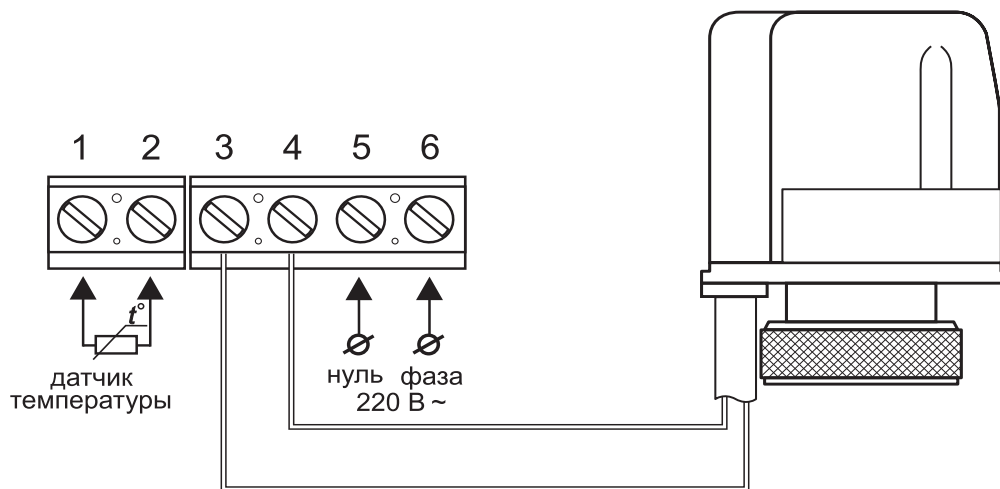

Рис. 22.
Схема подключения термостатической головки к терморегулятору для управления водяными системами обогрева дана на рис. 22.
1. Снимите лицевую крышку. Для этого тонкой шлицевой отверткой аккуратно поочередно надавите на защелки, расположенные снизу лицевой крышки терморегулятора, при этом потянув ее на себя (рис. 22а).
2. Снимите крышку (рис. 22б).
Рис. 22а
Рис. 22б